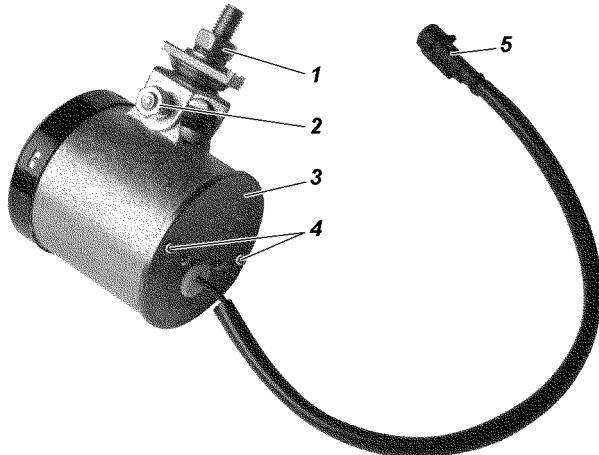
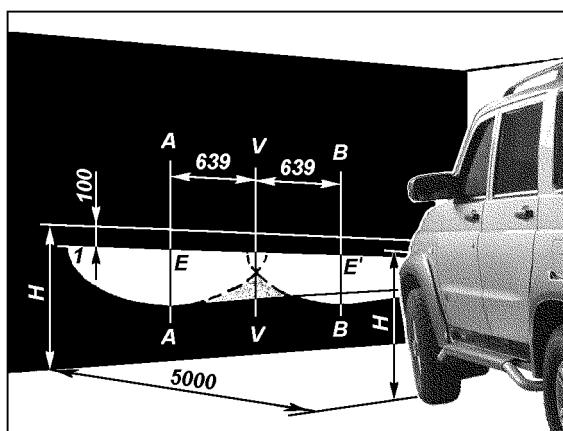

Рис. 9.40. Противотуманная фара:
Рис. 9.41. Разметка экрана для регулировки противотуманных фар:
**Противотуманные фары.** Для регулировки противотуманных фар ослабьте гайки 1 и 2 (рис. 9.40) крепления фары и, поворачивая корпус фары в горизонтальной и вертикальной плоскостях, установите фару в положение, при котором светотеневая граница совпадает с линией 1 (рис. 9.41), и в этом положении затяните гайки.